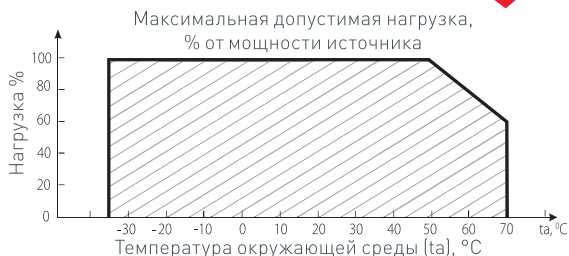

Рис. 2
➤ Температура окружающего воздуха от -35 до +50 °С (см. Рис. 2, график зависимости максимально допустимой нагрузки от температуры окружающей среды);
- 4.4. Не нагружайте источник питания более 80% от его максимальной мощности. Учитывайте, что с повышением температуры окружающей среды, максимальная мощность источника питания снижается, см. график зависимости максимально допустимой нагрузки от температуры окружающей среды на Рис. 2.